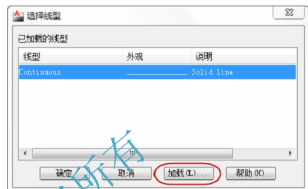

图 2-4 【选择线型】对话框
(3) 设置线型: 选择一个图层,单击该图层的线型图标 **Continuous**, 打开【选择线型】对话框,在该对话框中,显示了已加载的所有线型,如图 2-4 所示,初始状态下,系统仅有一种线型 Continuous。单击【加载】按钮,打开【加载或重载线型】对话框,如图 2-5 所示,从线型列表中选择所需线型,单击【确定】按钮,则所选线型被加载到【选择线型】对话框;重复操作,直至将所需线型全部加载。也可以按 Ctrl 键选择几种线型同时加载。